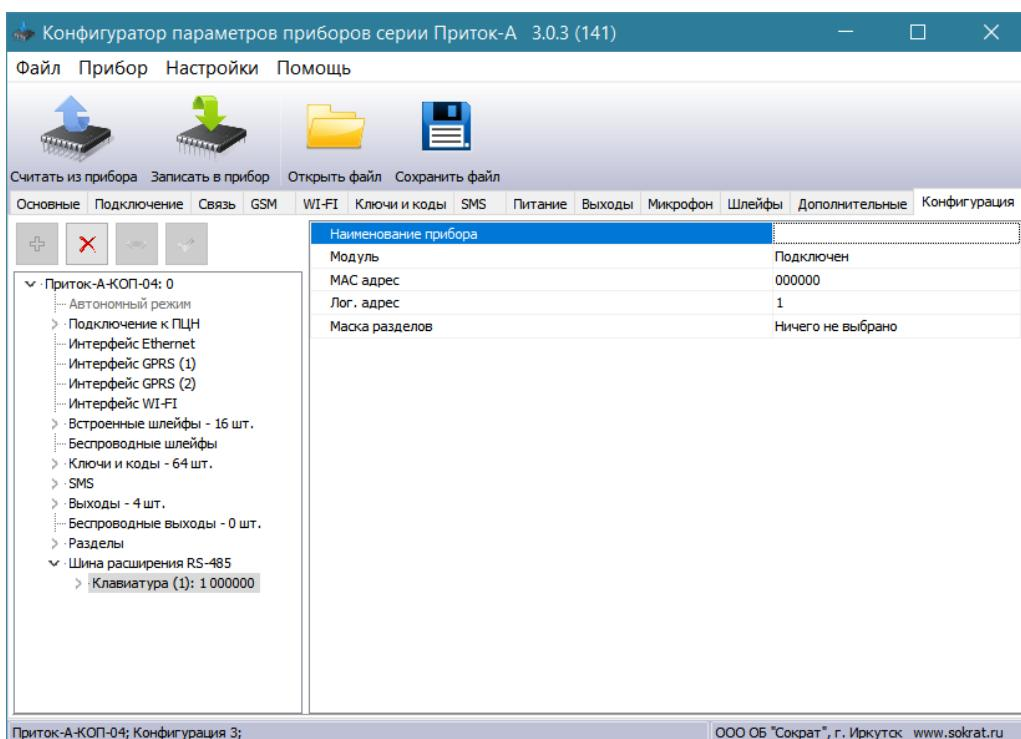

Рисунок 5
10. Выделить курсором добавленную «Клавиатуру» и в появившемся окне «Параметры» (см. Рисунок 5) заполните следующие поля: